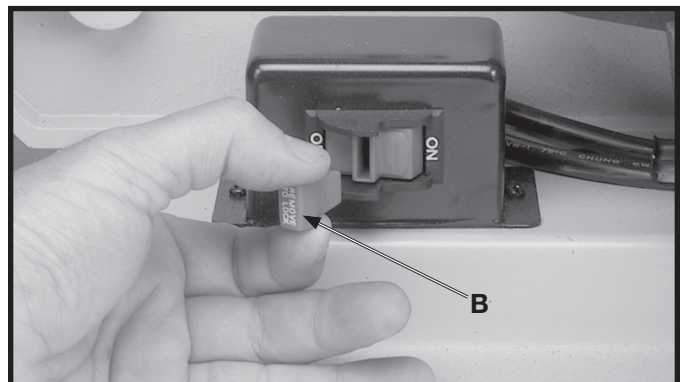

Fig. 22
IMPORTANTE: Cuando la herramienta no es adentro uso, el interruptor se debe bloquear en el OFF posición para prevenir uso desautorizado. Esto puede hacerse tomando la pieza acodada (B) y removiéndolo por completo del interruptor, tal como se ilustra en la Fig. 22. El interruptor no funcionará sin la pieza acodada (B). No obstante, si se quita la pieza acodada mientras que la sierra está funcionando, ésta puede ser apagada una vez, pero no puede volver a arrancar sin la inserción de la pieza acodada (B).